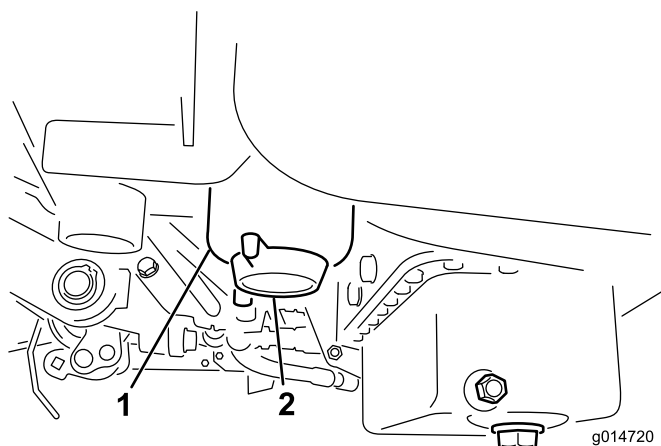

Bild 30
3. Öffnen Sie den Ablassschraube am Kraftstofffilter um ungefähr eine Umdrehung und lassen angesammeltes Wasser ablaufen (Bild 30). Ziehen Sie anschließend die Schraube wieder fest.